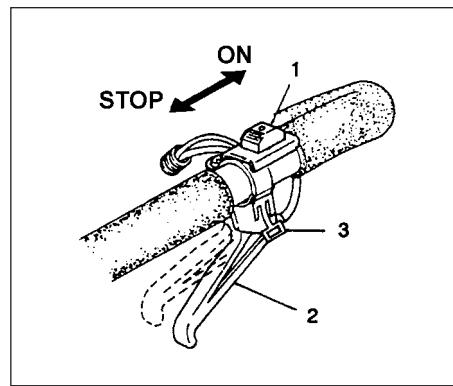

Fig. 2-2
1. Skjut stoppknappen (1) i ON-läge. (Fig. 2-2)
2. Om maskinen är utrustad med gasregleringsläs, så dra åt avtryckaren för gasreglering (2) och håll gasregleringslässet intryckt (3). Släpp sedan sakta avtryckaren. Detta låse avtryckaren i låge får startgas. (Fig. 2-2)